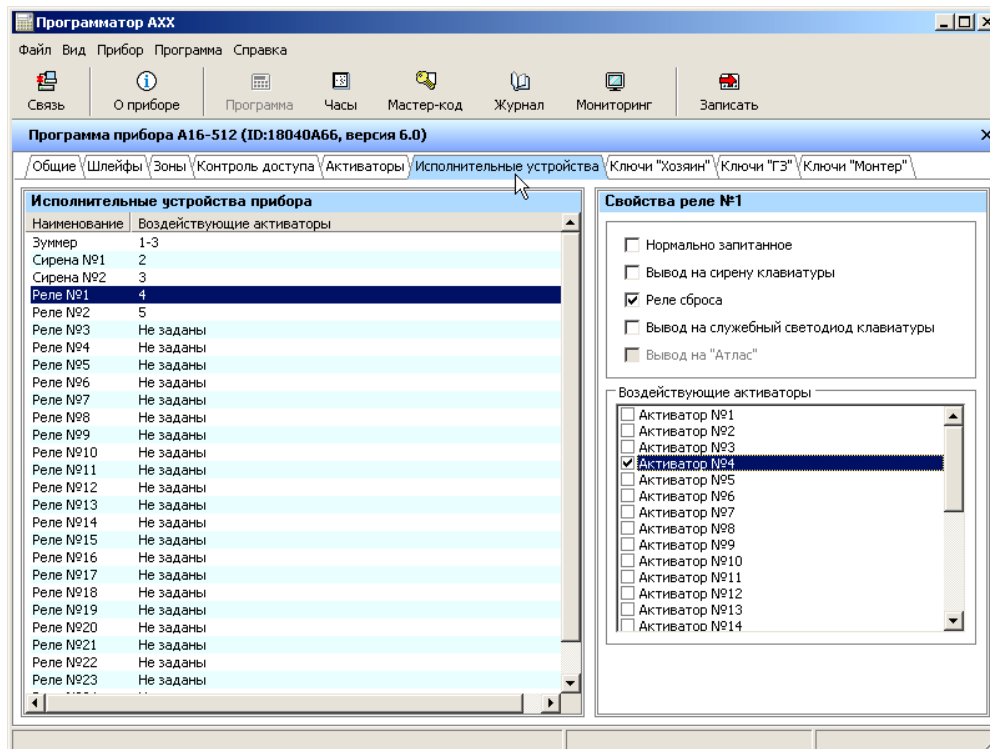

Рисунок 13 – Конфигурирование прибора «А16-512», вкладка «Исполнительные устройства»
- «Исполнительные устройства»: определяются параметры работы исполнительных устройств (зуммер, СЗУ, реле), рисунок 13;